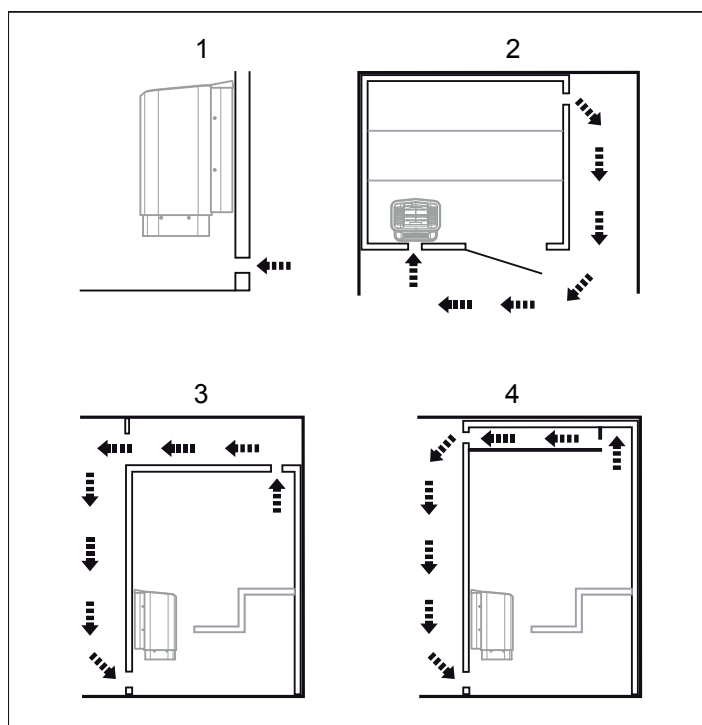

Fig 9: In- och utluftsventilens placering
- med maximalt avstånd till inluftsventilen, t.ex. i diagonal (se Fig 9).
- högt på väggen eller i taket (se Fig 9).